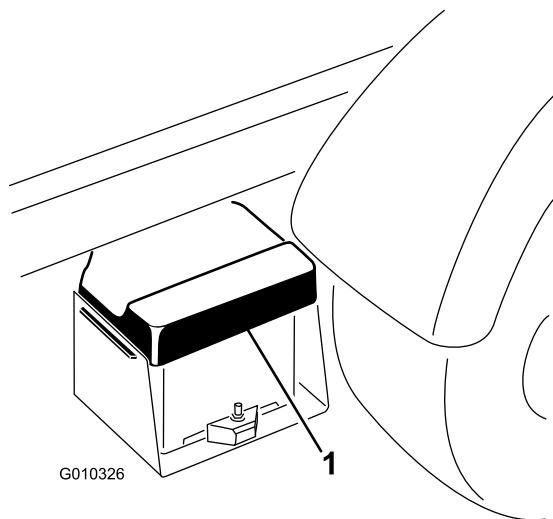

Figura 51
1. Aperte a tampa da bateria para soltar as patilhas da base da bateria e remova a tampa da base da bateria (Figura 51).